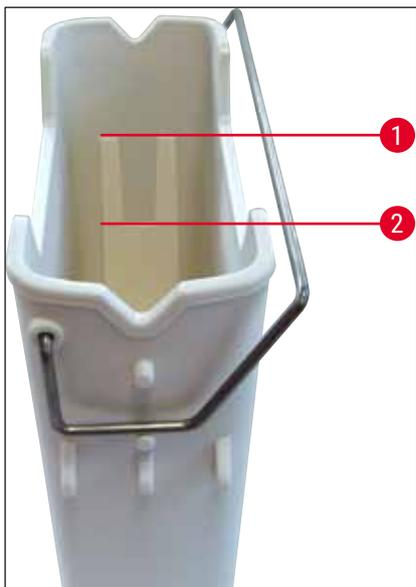
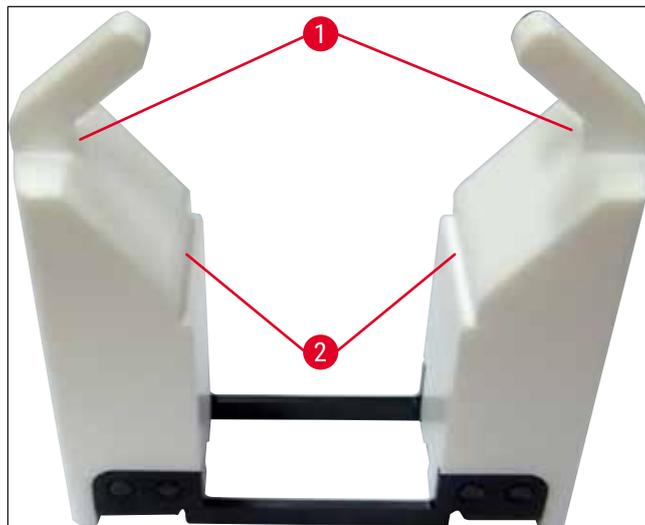

Fig. 65
Fig. 66
Verifique se a alça do recipiente de reagente está conectada corretamente ao recipiente de reagente. Se não estiver, fixe a alça de acordo com a (→ "Fig. 65").
- Ao abastecer cada tipo de recipiente de reagente, observe as marcas de nível de abastecimento dentro dos recipientes de reagente (→ "Fig. 65") (→ "Fig. 66").
- Se for necessário usar inserções para colorações especiais (→ "Fig. 66") nos recipientes de reagente para reduzir o volume de reagente, insira-as primeiro no recipiente de reagente e depois abasteça com o reagente até, pelo menos, o nível mínimo indicado (→ "Fig. 66-2"), mas não acima do nível máximo de abastecimento (→ "Fig. 66-1").